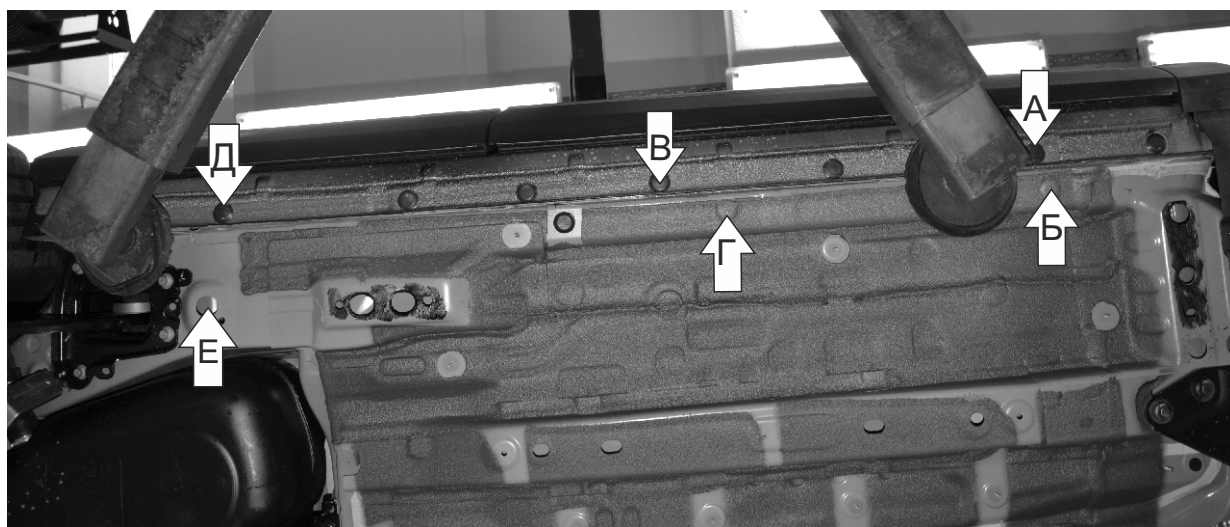

Рис. 2
2. Извлечь резиновые заглушки в позициях (А, Б, В, Г, Д) (Рис.2).
3. Установить гайки закладные М8 в отверстия лонжерона передней, средней и задней части автомобиля (А, Б, В, Г, Д) (Рис. 2).
4. Установить гайку закладную М10 в отверстие лонжерона задней части автомобиля (Е) (Рис. 2).